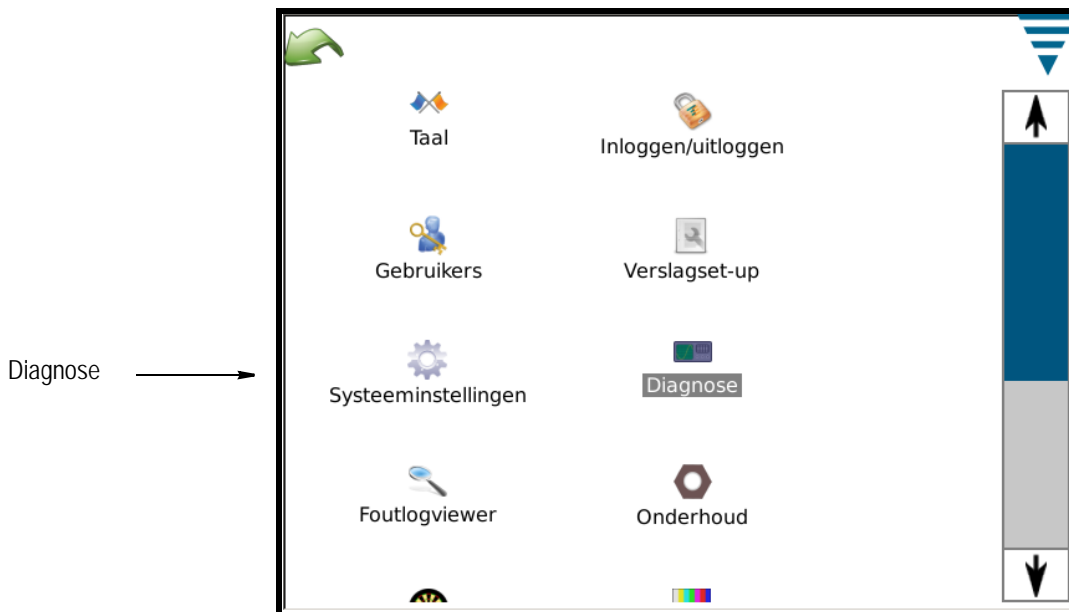

Figure 12
2. Scroll naar beneden en raak het "Diagnostics" (diagnose) symbool aan, zoals aangegeven in Figure 12.